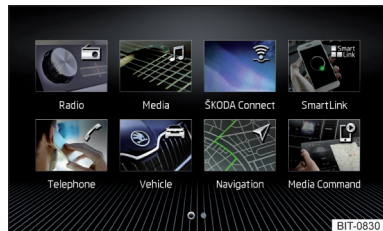

Fig. 181
- Sélectionnez l'option **Affichage en quadrillage** » fig. 181 ou **Affichage horizontal** » fig. 182.